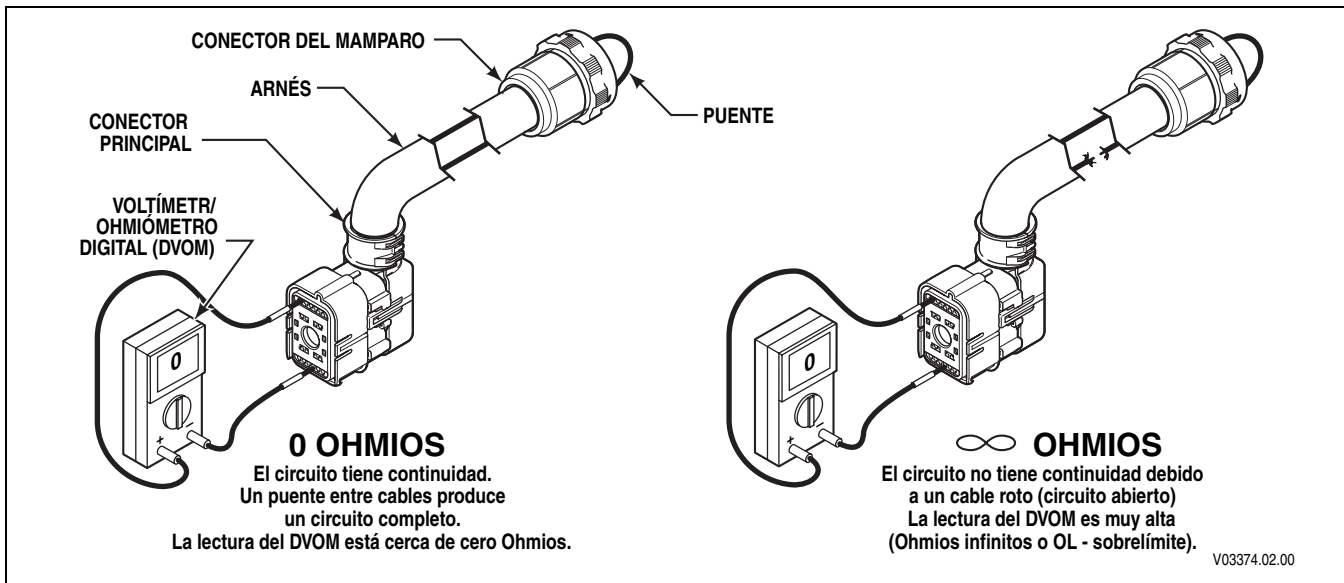

Figura 4–1. Circuito abierto
- (2) En el extremo opuesto del arnés, revise la continuidad del par en puente. El que no haya continuidad en un circuito de par en puente (lectura de resistencia infinita) indica un circuito abierto en el cable que se va a probar. Busque y repare la parte dañada del cable.
- b. Si la prueba de continuidad es buena (resistencia de 0–2 ohmios), retire los puentes. Compruebe si el arnés tiene cortos entre cables y cortos a tierra realizando el siguiente procedimiento (Figura 4–2).
- (1) En el extremo del arnés del TCM, junte una sonda del DVOM con un cable del circuito que se está probando y junte la otra sonda con cada terminal en el mismo conector, luego junte la sonda con la tierra del chasis y con la carcasa principal de la transmisión. Realice este procedimiento con ambos cables en el circuito que se está probando.
- (2) Si en algún momento el DVOM muestra resistencia de cero a baja o el localizador de continuidad del medidor suena, significa que hay un corto entre los dos puntos que están siendo probados, entre los cables o entre el cable y la conexión a tierra. Aísle y repare el cortocircuito.